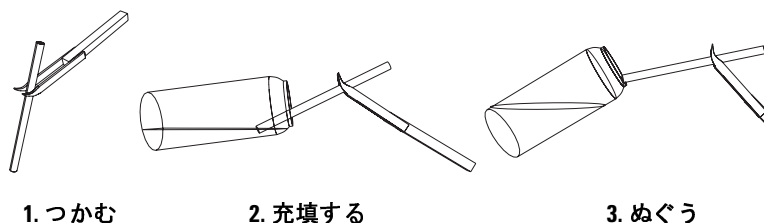

図 23 ピペットの充填
- 3 ピペットを清潔なピンセットでつまみます。チェックアウトサンプルのビンおよびピペットをぎりぎりまで水平に傾け、ピペットの先端をサンプルに浸します。図 23 を参照してください。